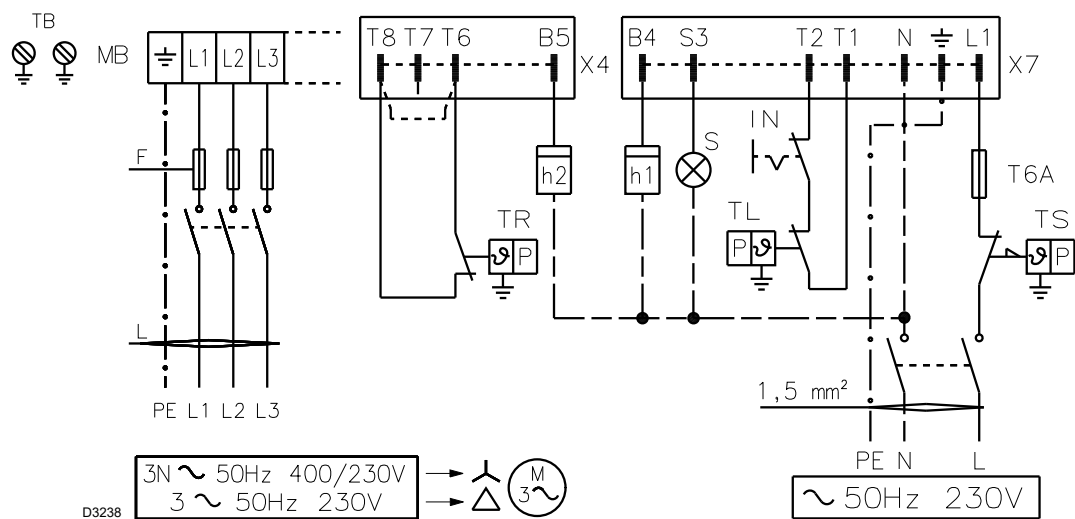

Fig. 20
Sezione cavi e fusibili (Fig. 20), vedi Tab. D.
Se si desidera, invece, che il bruciatore abbia un funzionamento monostadio, inserire, in sostituzione del telecomando TR, un ponte tra i morsetti T8 e T6 (Fig. 20).
Legenda (Fig. 20)
- Se si desidera, invece, che il bruciatore abbia un funzionamento monostadio, inserire, in sostituzione del telecomando TR, un ponte tra i morsetti T8 e T6 (Fig. 20).